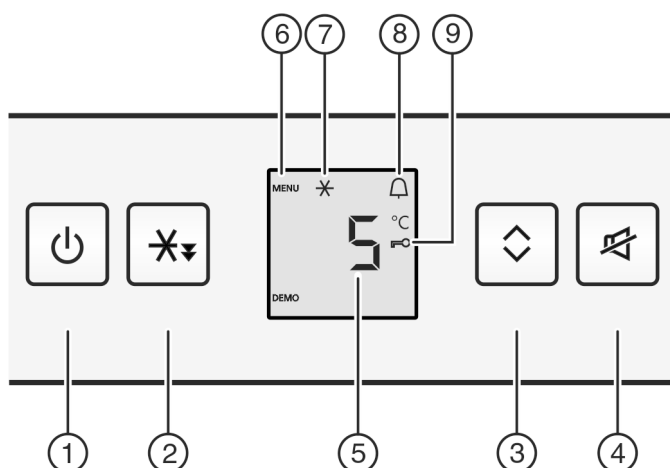

Fig. 2
- Premere il tasto On/Off Fig. 2 (1).
- Premere il tasto Raffreddamento rapido Fig. 2 (2) per ca. 5 secondi.
- ▷ Sul display viene visualizzato il simbolo menu Fig. 2 (6).
- Confermare brevemente con il tasto Raffreddamento rapido Fig. 2 (2).
- ▷ Sul display si illumina il simbolo sicurezza bambini Fig. 2 (9).
- Premere brevemente il tasto On/Off Fig. 2 (1).
- ▶ Premere il tasto Allarme Fig. 2 (4).
- ▶ premere brevemente il tasto Raffreddamento rapido Fig. 2 (2).
- ▷ Il simbolo Raffreddamento rapido Fig. 2 (7) si illumina nel display.